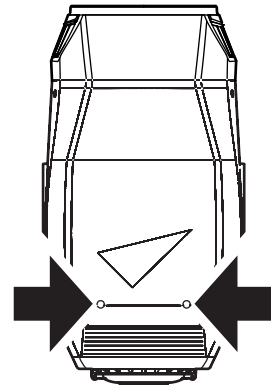

Figure 19: Vis des capots
2. Démontez les deux capots de la tête en débloquant leurs loquets 1/4 de tour (voir Figure 19)
3. Débloquez les 2 loquets 1/4 de tour du capot du dessus (voir Figure 19) et dégagez l'accès à la tête. Laissez le capot pendre à son élingue de sécurité ou dégagez le mousqueton de l'élingue et évacuez le capot complètement.